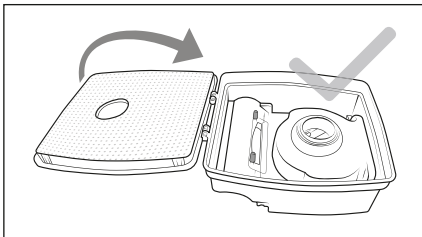

Abb. 11
- 7) Befestigen Sie den EPA-Filter **7** am Deckel des Staubbehälters **12** und klappen Sie ihn zu (siehe Abb. 11).